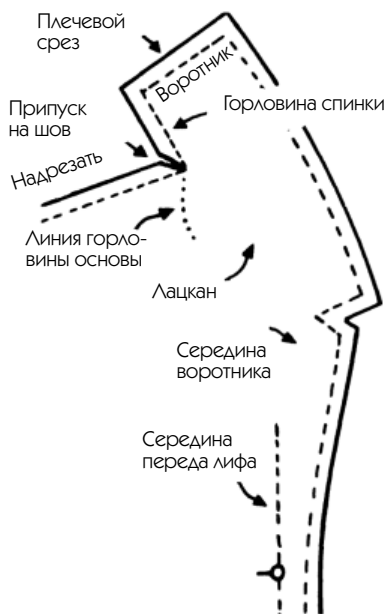

Рис. 158
1. Лекало выглядит так, как показано на рис. 158.
— Стачайте таким же образом плечевые срезы спинки с плечевыми срезами переда. Швы разутюжьте, затем сделайте надрез в углу между линиями плеча и горловины (см. рис. 158).